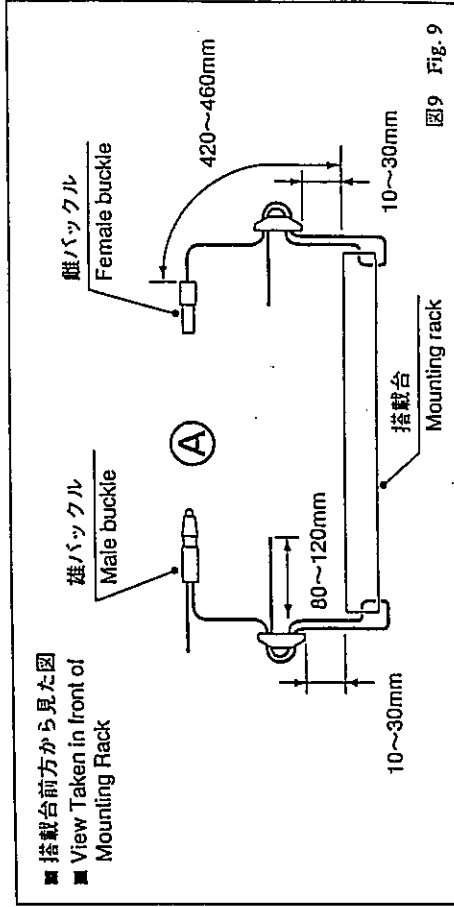

図9 Fig. 9
- (1) ベルトを、図を参考にして搭載台に取り付ける。(図9㉔)
- (1) Install belt on mounting rack while referring to illustration. (㉔ in Fig. 9)